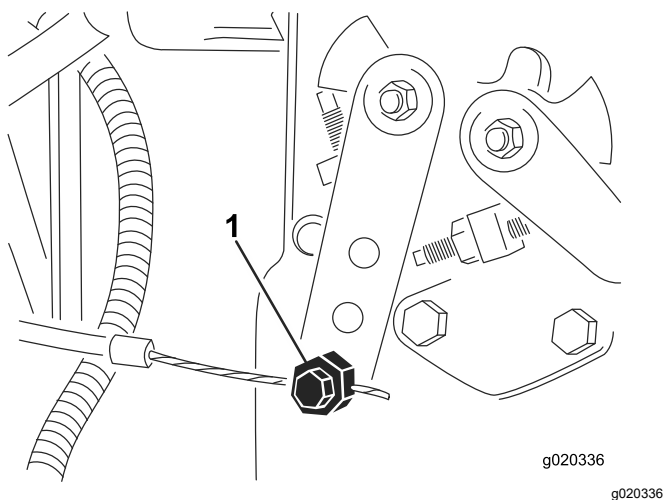

Figure 78
2. Desserrez le connecteur du câble d'accélérateur sur le bras du levier de la pompe d'injection (Figure 78).